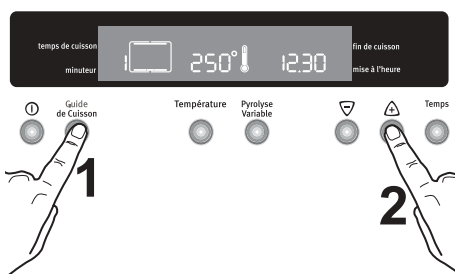

Fig. 7
4. Réglez la température à 250°C en utilisant la touche  (Fig. 7).